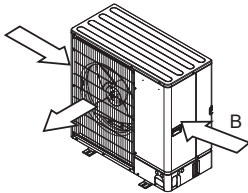

Fig. 2-5
- (3) Coloque la unidad de modo que la salida de aire se produzca en sentido perpendicular a la dirección del viento. (Fig. 2-5)